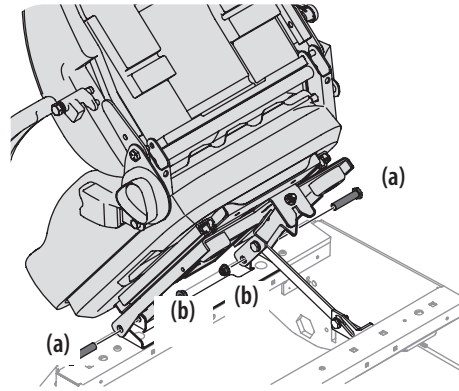

Figure 2-7
1. Retirez les écrous autobloquants à bride (b) et les boulons à épaulement (a) du sac contenant le manuel. Voir Figure 2-7.
2. Faites basculer le siège vers l'arrière en position de conduite, puis fixez le siège comme indiqué. Voir Figure 2-7.